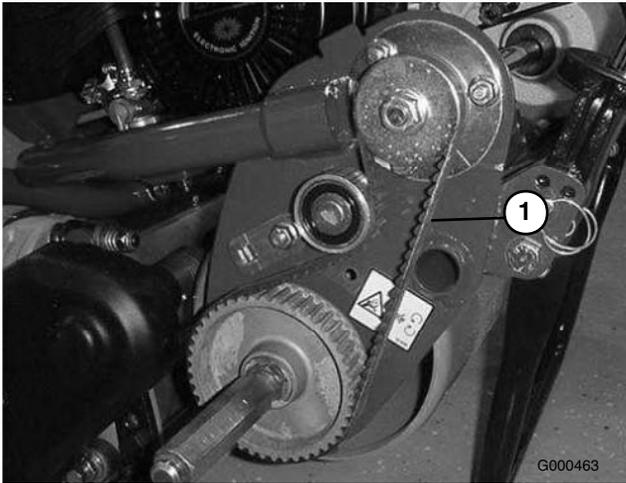

Bild 39
2. Prüfen Sie die Spannung des Riemen (Bild 39). Wenden Sie eine Kraft von $17,8 \pm 4,4$ N in der Mitte der Scheiben an. Die Riemendurchbiegung sollte 6,4 mm betragen. Gehen Sie auf den nächsten Schritt, wenn die Durchbiegung nicht ordnungsgemäß ist.